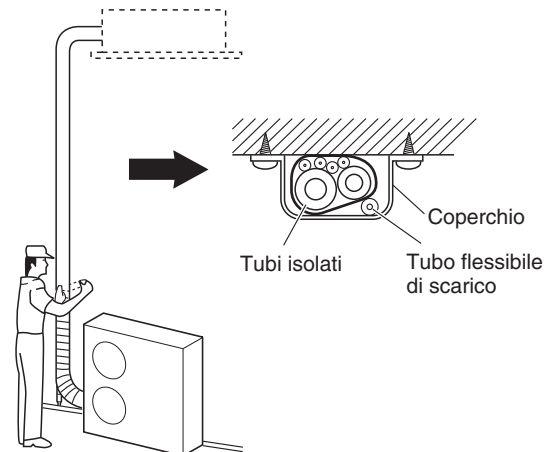

Fig. 5-9
- (1) A questo punto i tubi del refrigerante (e di cavi dell'impianto elettrico, se legalmente possibile) devono venire nastrati con nastro armato in 1 solo fascio. Per prevenire la formazione di condensa dovuta al trabocco della coppa di scarico, tenere separati il tubo di scarico e quello del refrigerante.
- (2) Avvolgere il nastro armato dal fondo dell'unità esterna alla cima di quella esterna dove penetra nella parete. Quando si avvolge il tubo, mettere metà della spira precedente sotto quella successiva.
- (3) Fissare il fascio dei tubi al muro usando una fascetta ogni metro circa. (Fig. 5-9)